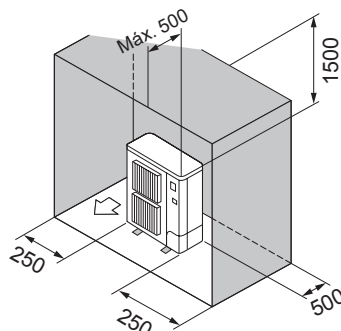

Fig. 2-12
- ⑥ Obstáculos apenas na parte de trás, nos lados e por cima (Fig. 2-12)